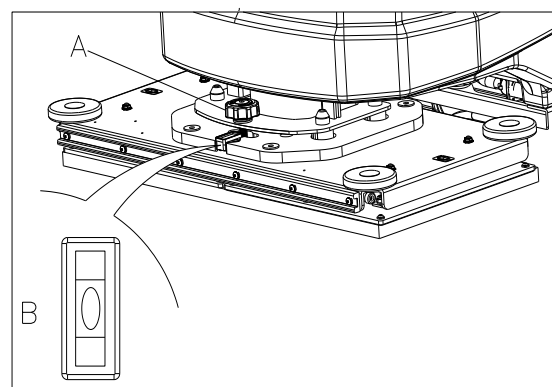

Abbildung 14
1. Stecken Sie den Zündschlüssel (42) ein und schalten Sie ihn auf "I". Senken Sie das Deck des Bürsten-/Pad-Halters (25) an, durch Drücken des Ein-Tastenstart (49)
2. Stellen Sie die Stufe des Orbitaldeckels durch den Einstellgriff (A, Abb. 14) ein, damit sich die Blase in der Mitte befindet (B Abb. 14).